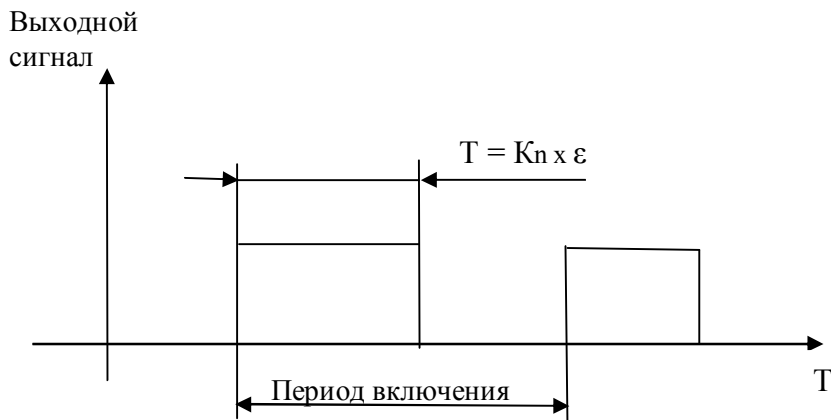

Рис. 2
2.3.7. Давление газа регулируется по пропорциональному закону регулирования с широтно-импульсной модуляцией (ШИМ) выходного сигнала (Рис.2).